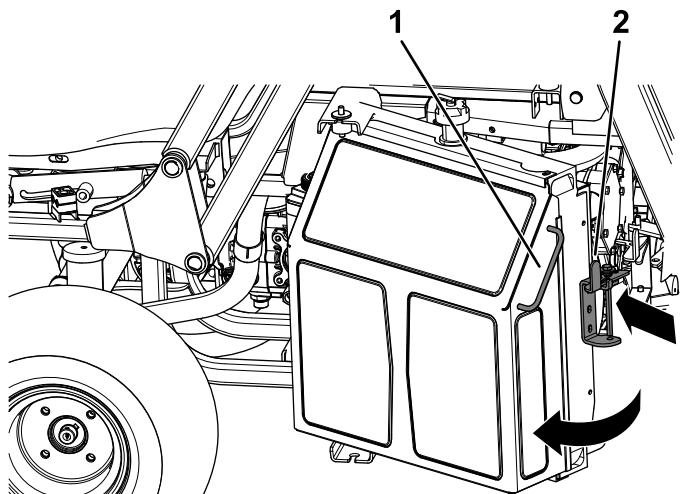

図 58
- ラジエターのラッチを内側ラジエター側に押す **図 58**。
- ラジエター側面についている取っ手でラジエターを開くと、エンジンにアクセスできるようになる **図 58**。